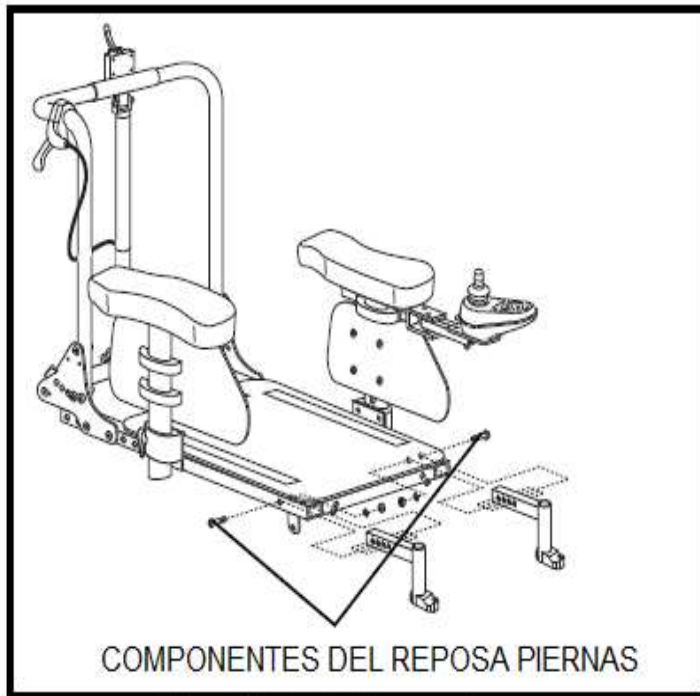

Figura 11. Ajuste del reposapiernas
1. Afloje el receptor del reposapiernas. Ver la figura 11.